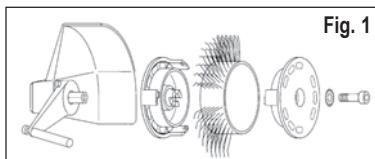
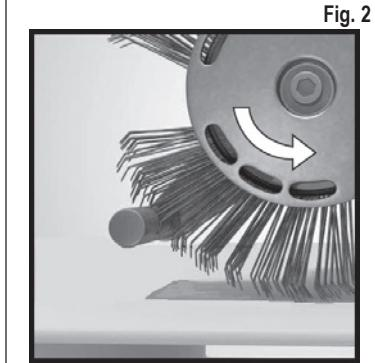

Fig. 1
Fig. 2
1. Koble fra strømforsyningen og fest deretter **MBX®** Bristle Blaster®-bånd 23 mm korrekt på verktøyet med tilsvarende opptakssystem (vær oppmerksom på retningen) og den tiltenkte stjerneskiven og skruen. **Se fig. 1 og fig. 2.**
Bruker du **MBX**®-båndet i feil retning? – Juster børstebåndet slik at det går i forskriftsmessig riktig retning (se kapittel 5, Start, fig. 2).